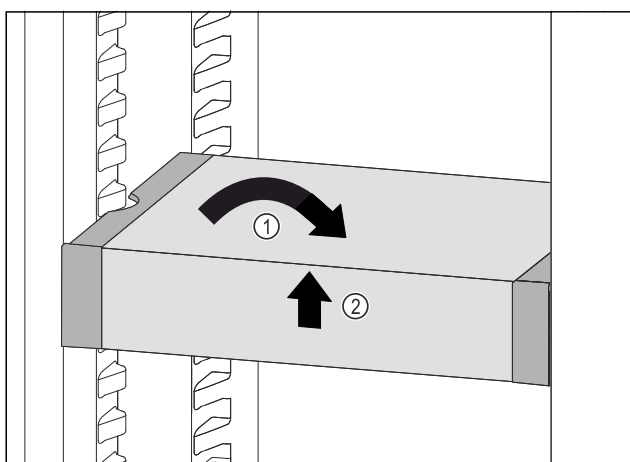

Fig. 128
- Ställ VarioSafe rakt. Fig. 128 (1)
- Lyft VarioSafe framåt. Fig. 128 (2)